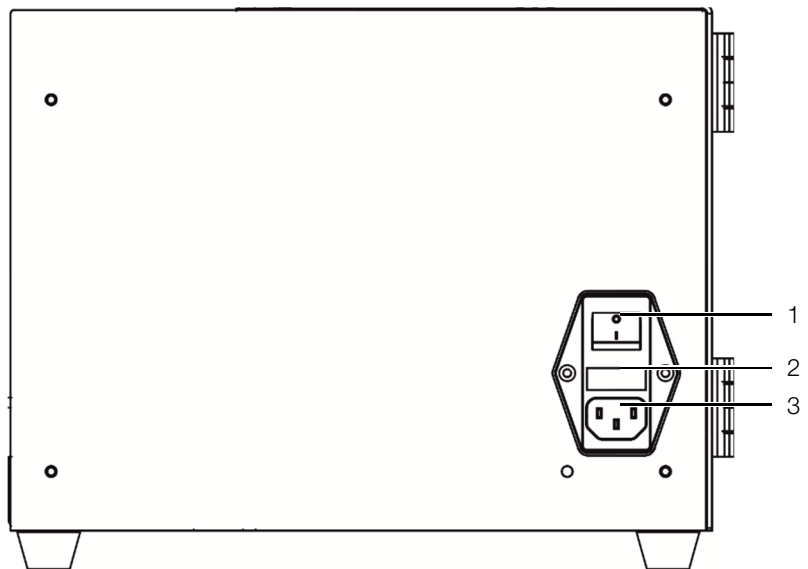

Fig. 3: Placchetta collegamenti elettrici
- Collegare il cavo di alimentazione alla spina di alimentazione (v. fig. 3, pos. 3) della macchina e all'alimentazione.
- Accender la macchina R8 E con l'interruttore di alimentazione/ON (vedere fig. 3, pos. 1).